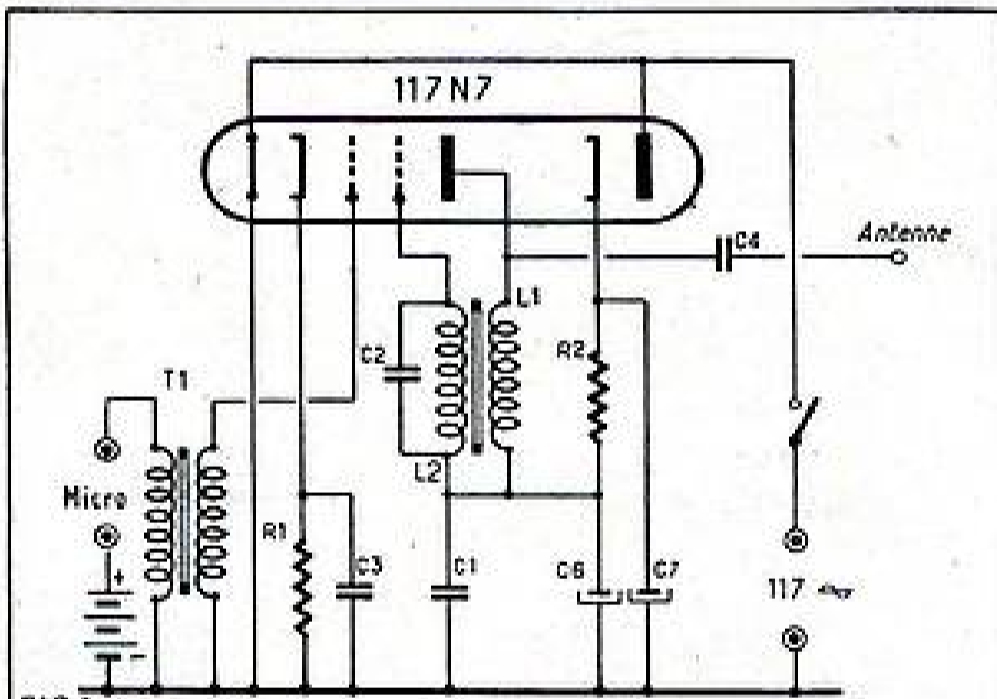
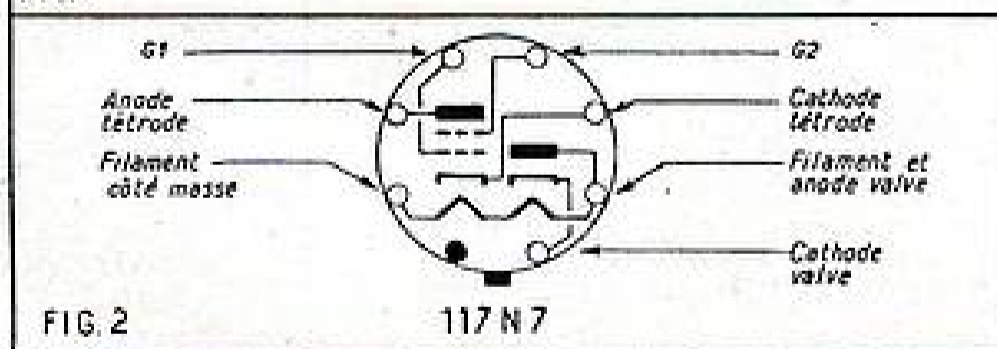

FIG. 1
FIG. 2
A une faible tension, on obtient un spot parfaitement fin et on évite la déconcentration dans les angles. A ces endroits, le spot a toujours tendance à s'élargir : c'est donc l'inconvénient que l'on cherche à supprimer ici. Cette tension ne semble d'ailleurs pas avoir de minimum, puisqu'on peut relier cette électrode directement à la cathode (fig. 2). Déplorons alors une
Pour résoudre ce problème, on pourrait évidemment mettre une grosse bobine de filtrage dans un filtre classique (fig. 1), ou ajouter une résistance de façon que la réactance totale soit sensiblement équivalente à celle de la bobine d'excitation pour l'alimentation de laquelle la tension redressée avait été prévue. Mais il est une solution beaucoup plus élégante, elle consiste à employer une petite bobine de self 4, à l'entrée du filtre comme le représente la figure 2, la bobine du filtre L2 pouvant elle aussi être seulement de 4 à 5 henrys, car elle n'a pas besoin de présenter une grande réactance comme dans le cas précédent et en conséquence elle peut être d'un volume réduit.
Le schéma de la figure 1 comporte une lampe tétrode-redresseuse 117N7-GT qui, actuellement, est fabriquée en France par Mazda.
- 1 châssis selon figure 2.